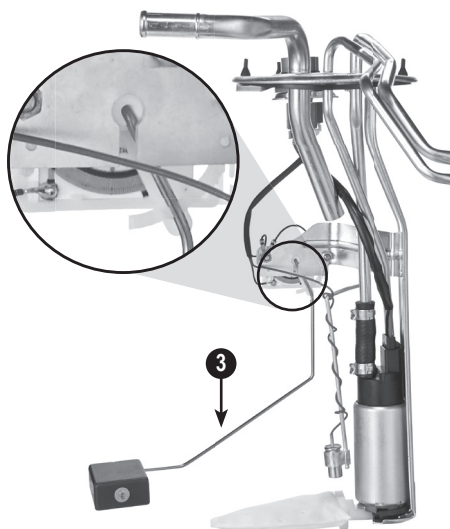

Figure 1 / Figura 1
1. Insert the float arm into the Pivot Hole and carefully push on the float arm. (Fig. 1)
1. Insérez le bras de flotte dans le trou de pivot et appuyez doucement sur le bras de flotte. (Fig. 1)
1. Inserte el brazo flotante en el agujero del pivote y cuidadosamente presione el brazo flotante. (Fig. 1)